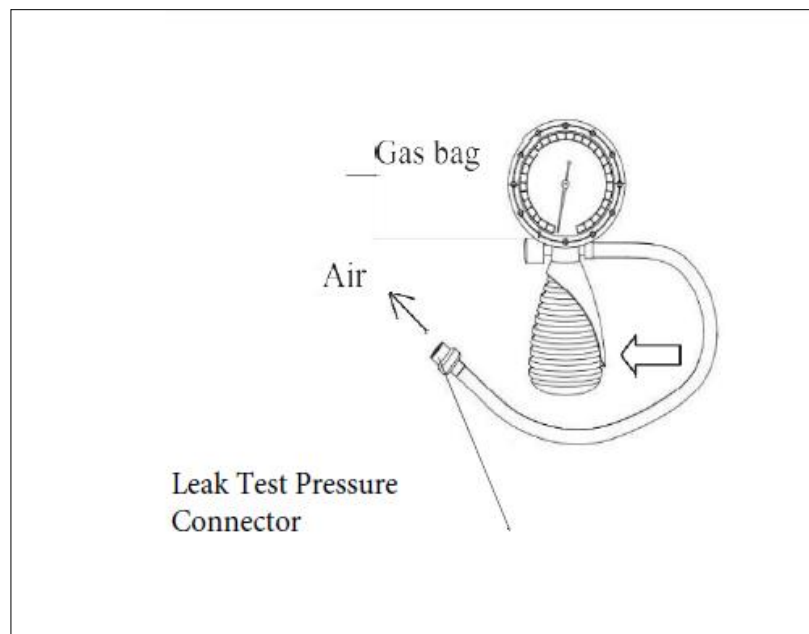

Fig 7.2 Détecteur d'étanchéité
1. Confirmez que le détecteur de fuites est exempt de fissures, d'égratignures, de défauts, de débris et/ou d'autres dommages. (Voir la figure 7.2)
2. Appuyez sur le sac à gaz, confirmez que le détecteur d'étanchéité évacue l'air du connecteur (voir la figure 7.2).